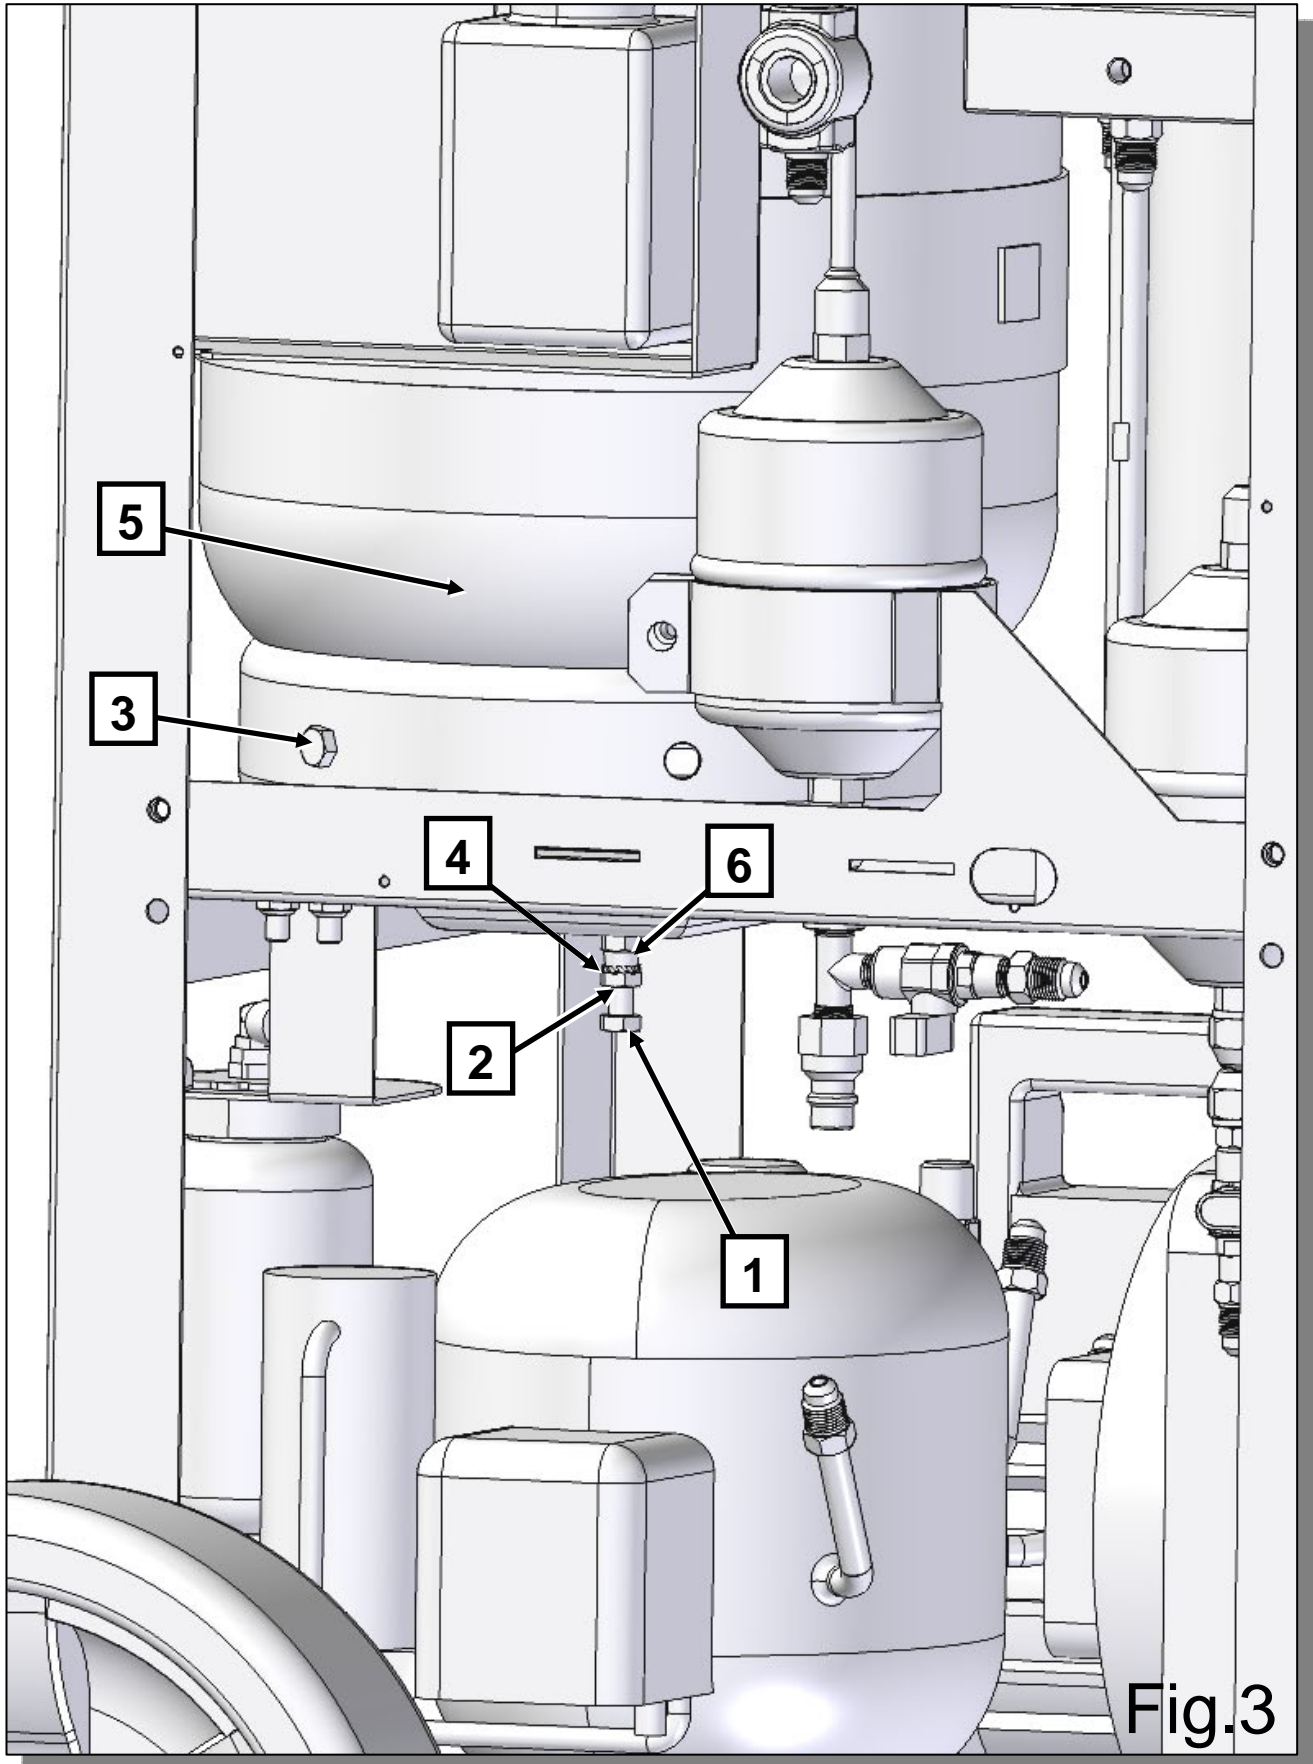

Fig.3
Pode-se então seguir com a calibragem. Desconectar a *máquina* da rede de alimentação eléctrica. Preparar um peso de referência de 16 a 18 kg. Desmontar a tampa de plástico posterior para aceder à garrafa da *máquina*. Fechar as torneiras azul e vermelha da garrafa. Soltar a porca de fixação da garrafa (3) (ver fig.3). Separar a resistência de aquecimento (4) da garrafa (não tocar ou desconectar os fios eléctricos da resistência). Tirar a garrafa (5) de sua sede deixando a resistência ao redor do prato. Colocar a garrafa num pedestal alto no mínimo 40 cm.